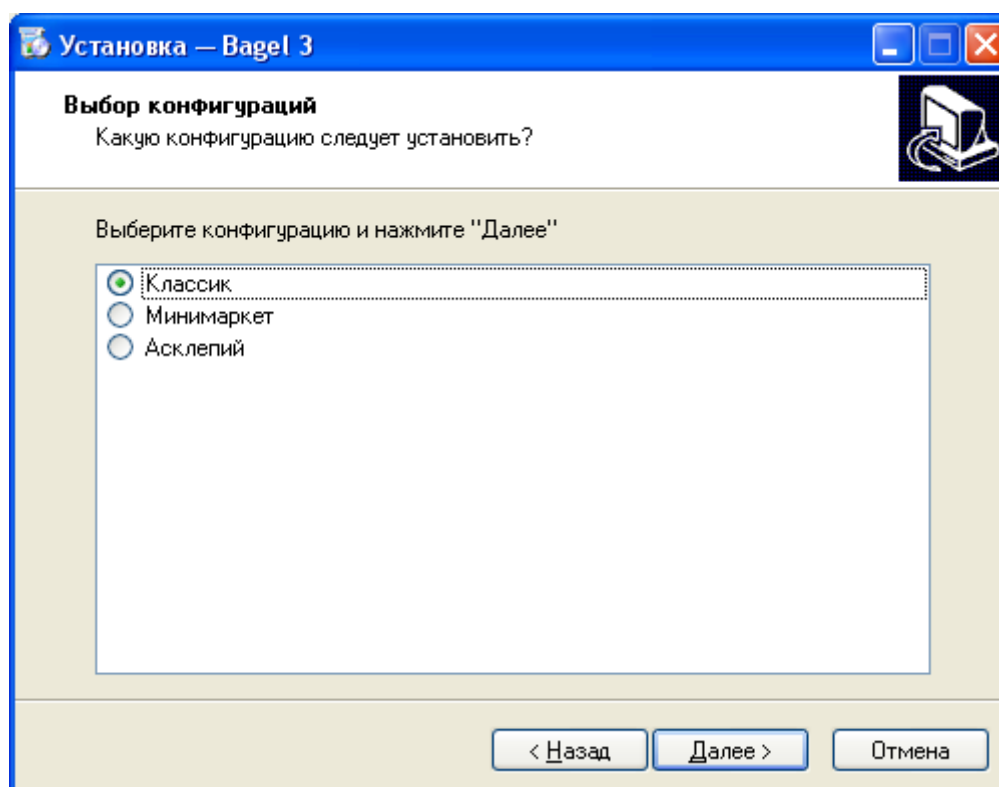

Рис. 1.5
- Укажите одну из пользовательских конфигураций Classic, Minimarket, Asklepiy (рис.1.5)